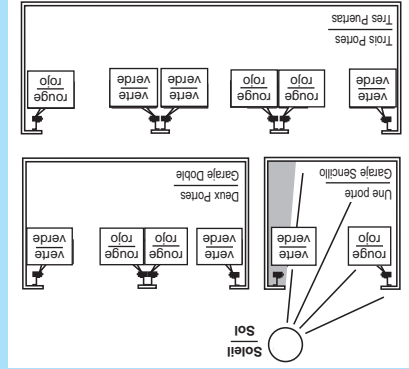

FIG. 3-4 Location de modules du STB
- Si le garage est muni d'une seule porte. Déterminer quel côté du garage reçoit le plus de lumière directe (Fig. 3-4).
- Dans la mesure du possible, installer la DEL rouge du côté ensolaillé (Fig. 3-4).
- Les signaux ne doivent absolument pas être dirigés à l'opposé (Fig. 3-4).
- Installer les modules de la source et du détecteur sur les portes adjacentes en les dirigeant à l'opposé (Fig. 3-4).